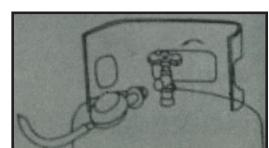

Fig. 3
3. Ouvrez le robinet d'équerre de la bouteille de gaz en le tournant vers la gauche. (Fig. 3)